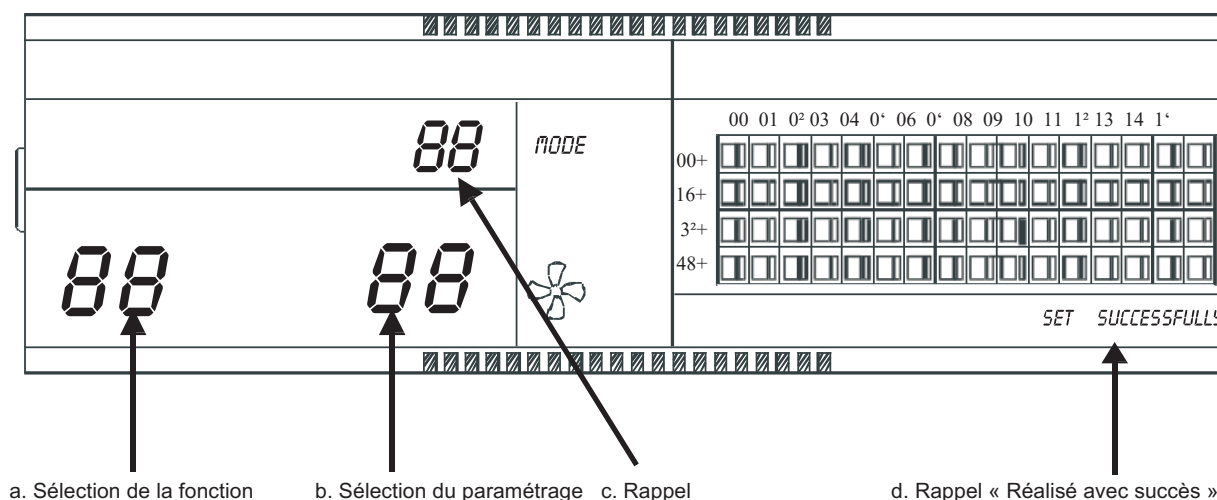

Fig 2.9 Le fillet du filtre ajouté à la fonction poussière implique de présenter les contenus
- Mettre le code 3 sur « ON », sélectionner le « dispose d'une fonction optionnelle » faisant référence au tableau 2.1, puis allumer le dispositif de contrôle centralisé, dans la minute suivante appuyer sur la touche « QUERY » et la maintenir appuyée, puis appuyer sur la touche « FAN » et entrer les paramètres de fonction optionnels. Le choix de la fonction représenté par un double huit (Fig.2.9 a) sera affiché avec une fréquence de 1 Hz (affichage par défaut 00), et affichera le code de fonction optionnel (voir tableau 2.2). Appuyer sur les touches « INC » et « DEC » pour sélectionner la fonction, puis appuyer sur la touche
- Après avoir entré la sélection des paramètres, la sélection de la fonction représentée par un double huit sera éclairée, la sélection du paramètre représenté par un double huit (Fig.2.9 b) sera éclairée à une fréquence de 1 Hz, et affichera le code de paramètre optionnel. Appuyer sur les touches «  » et «  » permet de sélectionner le paramètre détaillé.
- Après avoir réussi le paramétrage, le choix de la fonction représentée par un double huit sera allumé, et l'écran affichera « Configuration réussie » (Fig. 2.9 d). Après 3 secondes, l'écran sortira automatiquement du paramétrage de la fonction optionnelle. L'écran reviendra à l'affichage normal.